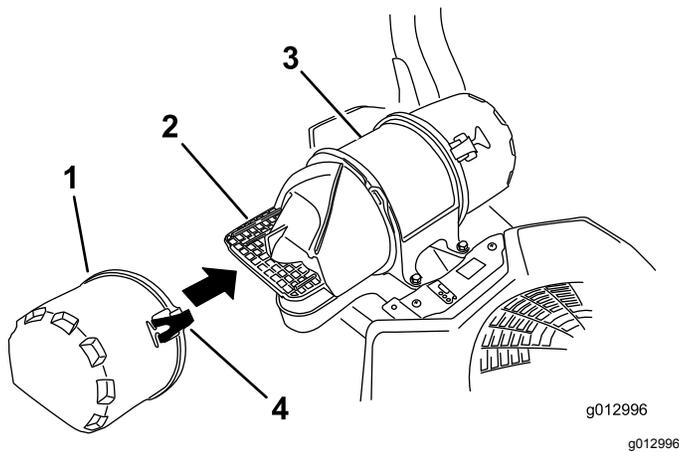

Figure 33
3. Ouvrez les dispositifs de verrouillage du filtre à air et séparez le couvercle d'entrée d'air du boîtier du filtre (Figure 33).
5. Reposez le couvercle d'entrée d'air et fixez-le avec les verrous (Figure 33).